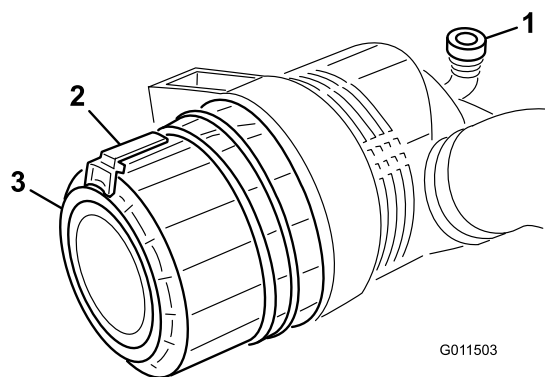

Рисунок 45
1. Оттяните защелку наружу и поверните крышку воздухоочистителя против часовой стрелки (Рисунок 45).